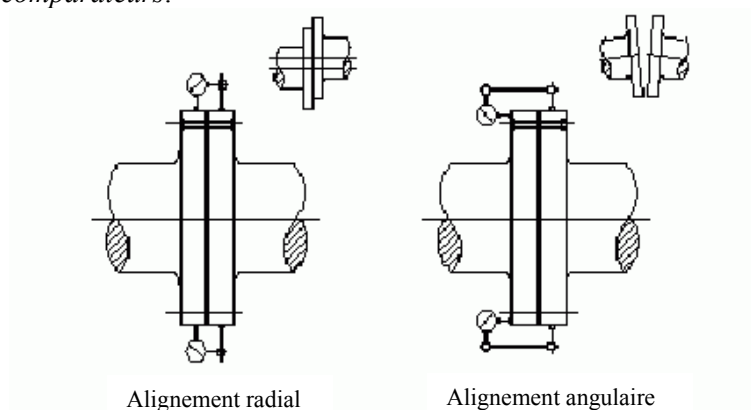

Figure 3-5 Vérification de l'alignement à l'aide de comparateurs.
1. Montez le matériel d'alignement. Si vous utilisez des comparateurs, il est recommandé de régler le comparateur à cadran de sorte à placer l'aiguille environ au centre du cadran. Vérifiez la rigidité des supports du comparateur pour ne pas qu'ils se détendent. Reportez-vous à la Figure 3-5 Vérification de l'alignement à l'aide de comparateurs.